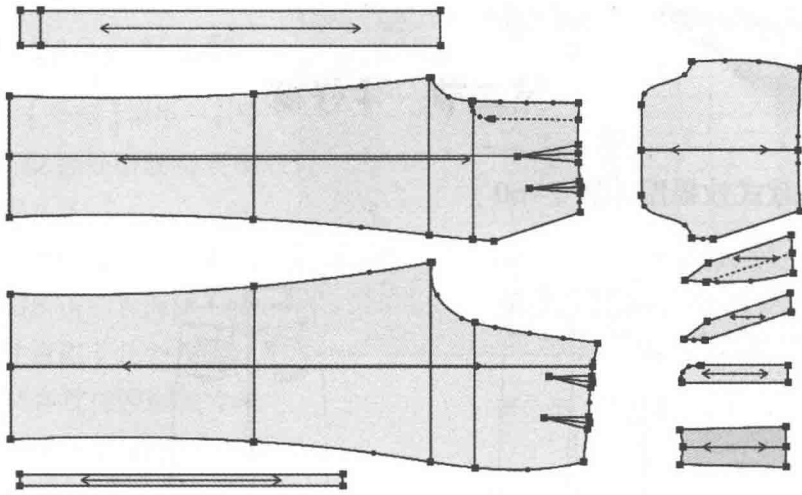

图 7-48 拾取纸样
(40) 拾取纸样(图7-48)。选择【剪刀】工具拾取纸样的外轮廓线,及对应纸样的省中线,击右键切换成拾取衣片辅助线工具拾取内部辅助线。并用【布纹线】工具将布纹线调整好。